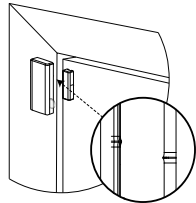

Figura 3: Device and magnet position on door and door frame
2. Coloque el dispositivo en el marco de una ventana o puerta y el imán en la superficie móvil de la propia puerta o ventana, alineado de acuerdo con las marcas de ubicación. Ver a Figura 3.
3. Atornille la base magnética a la puerta alineándola con el receptor. Ver a Figura 3. Ver más en Posiciones típicas del interruptor de láminas (reed switch)